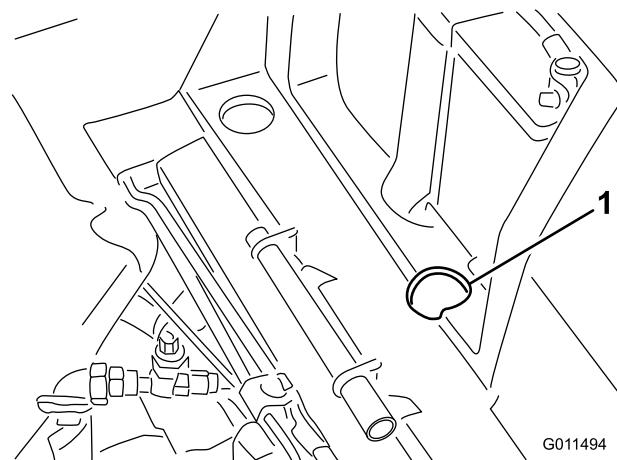

Figura 31
1. Alzate il sedile e togliete il coperchio della batteria. La valvola di bypass si trova davanti alla batteria (Figura 31).